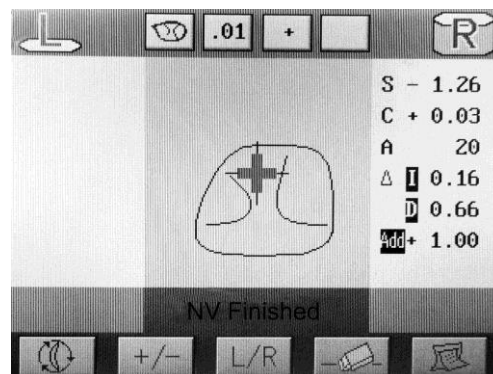

рис.30
- 4) Двигайте линзу по направлению индикатора снова, вращайте ручку опорной планки двигая экран к прибору до пересечения с “O”. Затем “O ” смениться на “+”, измерение NV закончено. (рис.30)